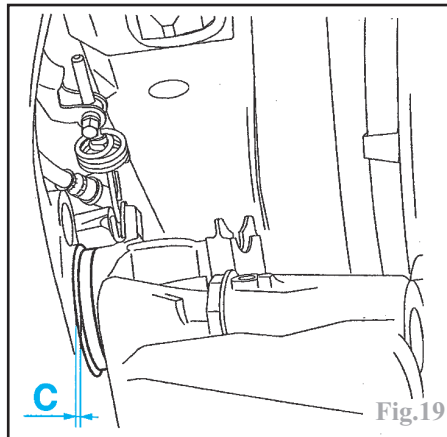

Fig.19
-respecter la cote **C = 4,5 mm** de positionnement entre le bras et la traverse (Fig.19).